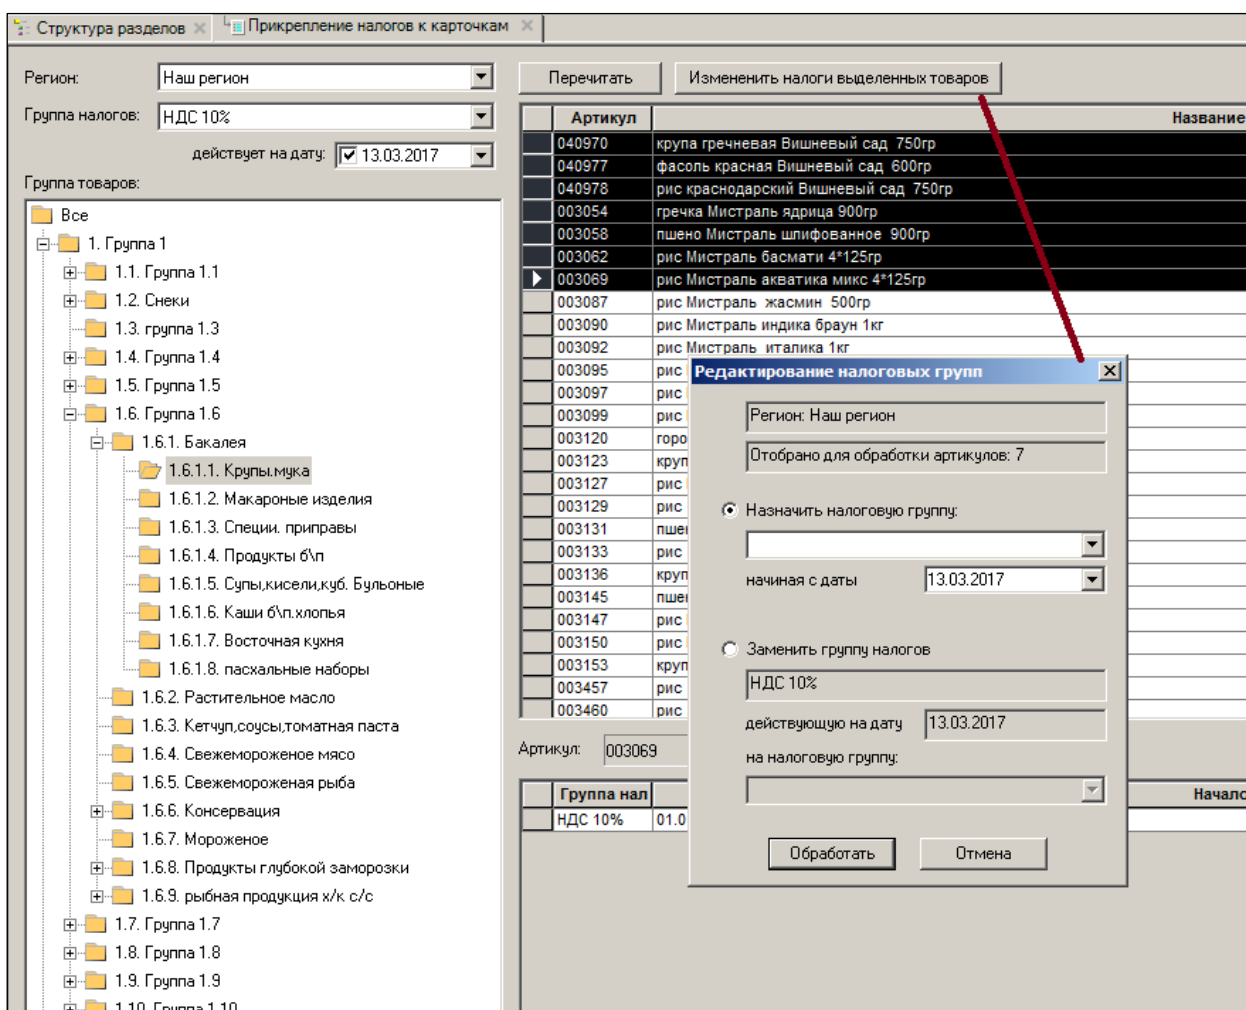

Рисунок 141 – Прикрепление налогов к карточкам
- Выбрать контрагента, от имени которого будут печататься ценники нажатием кнопки **От имени** (Рисунок 141):
- Настроить печать в открывающемся при нажатии кнопки **Принтер** окне (Рисунок 141):
Для прикрепления налогов к карточкам необходимо выделить курсором необходимые карточки и нажать кнопку **Изменить налоги выделенных товаров**. В открывшемся окне **Редактирование налоговых групп** выбрать опцию **Назначить налоговую группу**, выбрать налоговую группу и нажать кнопку **Обработать** (Рисунок 141):